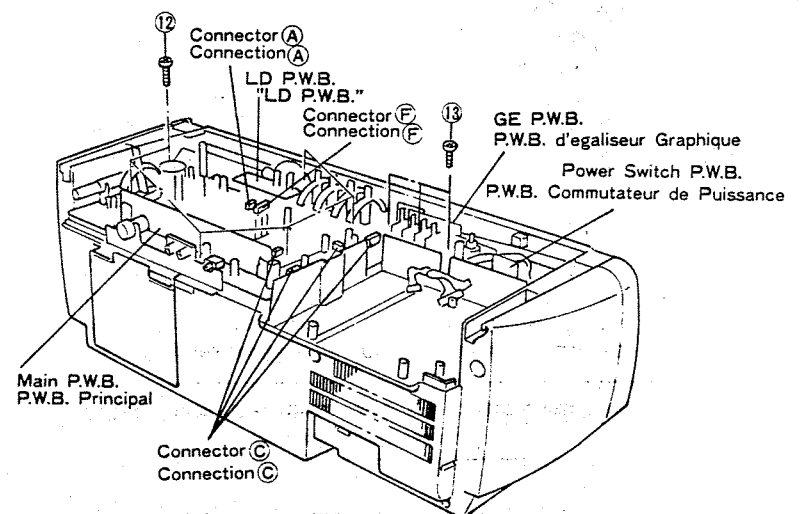

Fig. 6
**7. Plaquette principale (Fig. 6)**
**10. Plaquette d'égaliseur graphique (Fig. 6)**